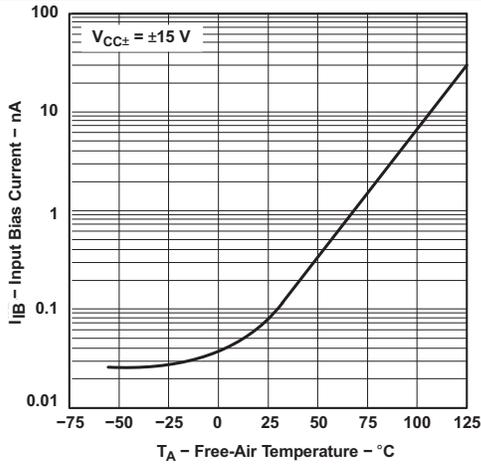

图 1. 输入偏置电流与自然通风温度间的关系
(1) 除非另有说明，所有特性均在开环条件下以零共模电压测定。
(3) FET 输入运算放大器的输入偏置电流是正常的结反向电流，此电流对温度敏感，如图 1 所示。必须使用脉冲技术来保持结温尽可能接近环境温度。
- (1) FET 输入运算放大器的输入偏置电流是正常的结反向电流，此电流对温度敏感，如图 1 所示。必须使用脉冲技术来保持结温尽可能接近环境温度。
- (2) 除非另有说明，所有特性均在开环条件下以零共模电压测定。完整范围为 $T_A = -55^\circ C$ 至 $+125^\circ C$ 。